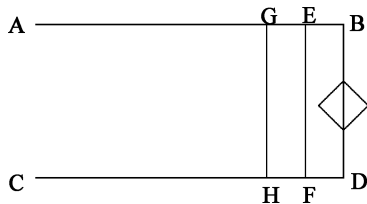

图 15-59 旋转四边形
(4) 旋转四边形。单击“默认”选项卡“修改”面板中的“旋转”按钮, 选择绘制的四边形作为旋转对象, 逆时针旋转 45° , 旋转结果如图 15-59 所示。